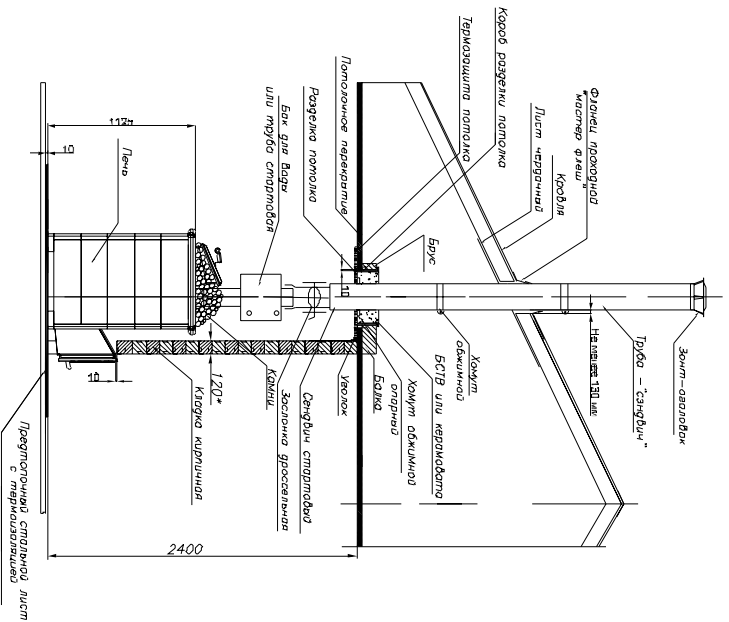

Рис.5. СХЕМА установки печи «Калига-Экстрим»
7.12. Вся дальнейшая сборка до пересечения с кровлей осуществляется однотипными элементами – «сэндвичами». Стыковка «сэндвичей» производится по «конденсату» (см. рис. 5).